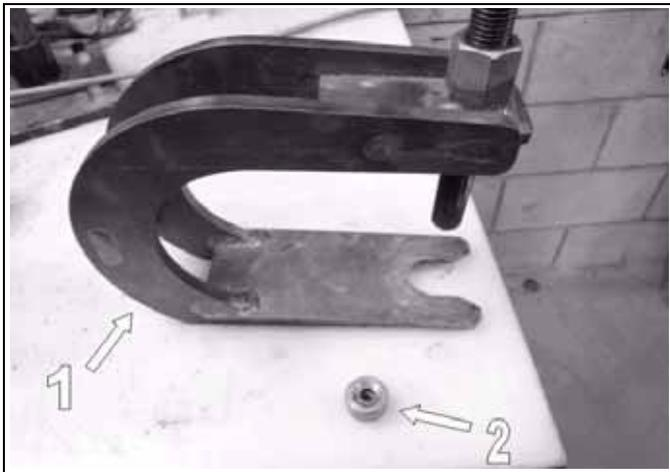

Abbildung 20
Benutzen Sie Tatou-Abzieher Nr. 2000-00-1050 (Teil 1, Abbildung 20) und gehen Sie für den Radwechsel nach folgendem Verfahren vor:
- Falls keine Schraube vorhanden ist, benutzen Sie die Zentrierhülse (Teil 2, Abbildung 20), um den Abzieher zu positionieren.